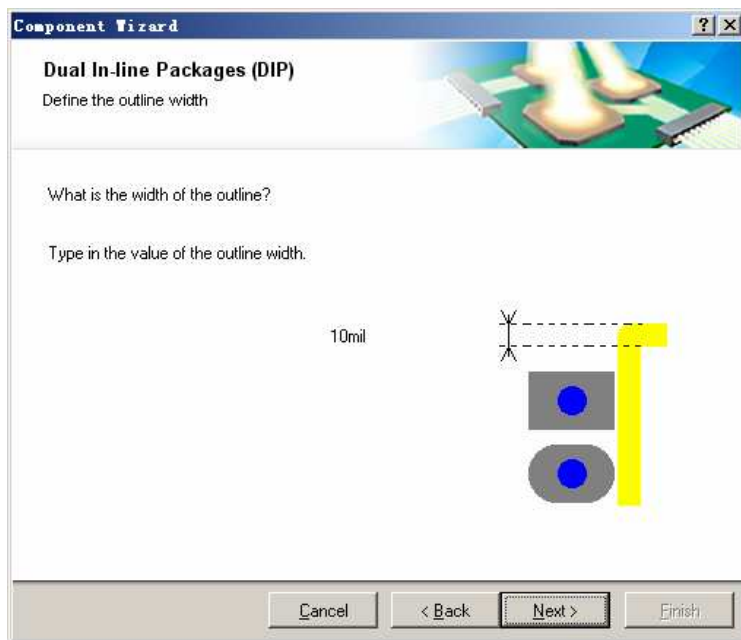

图 10.33 “Define the outline width” 视图
(6) 接受默认间距，单击“Next”按钮，显示如图 10.33 所示的“Define the outline width”视图。